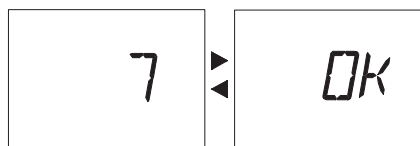

Рис. 42
- 4 Через 5 секунд после ввода желаемого значения **Электропитания трехходового клапана** произойдет автоматическое сохранение настройки, после чего на ЖК-дисплее отобразится надпись **OK** (Рис. 42) в качестве подтверждения сохранения.